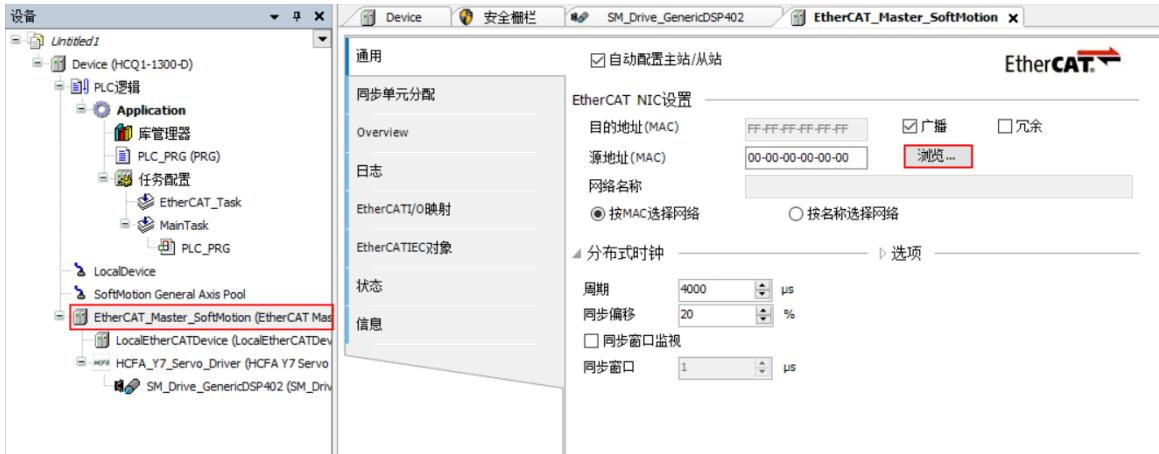

图13-12 EtherCAT NIC设置
6. 双击【EtherCAT_Master_SoftMotion】，弹出页面如图13-12所示，点击【浏览】